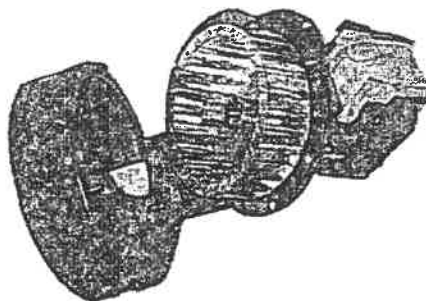

Figura 4
5. Deslize o ventilador e o conjunto do motor para fora da cobertura do ventilador. (Veja a Figura 4)